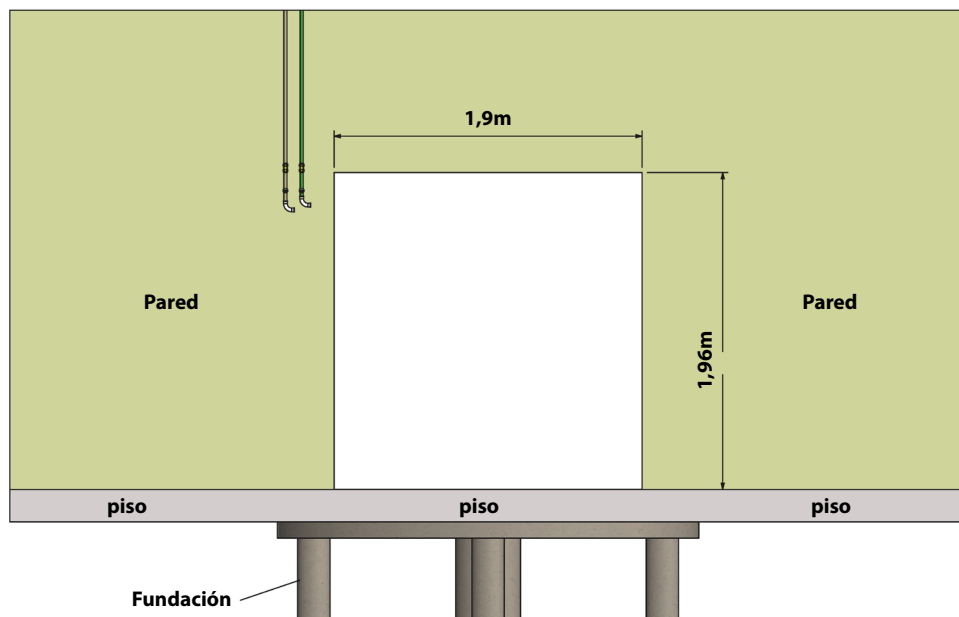

Fig. 3 - Vista frontal interna de la construcción civil
- Para paso del abrigo a través de la pared es necesario construir una brecha, conforme la Fig. 3